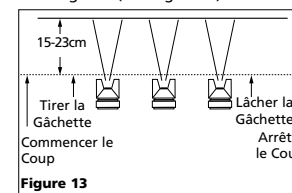

Figure 13
2. Tirer correctement sur la gâchette. Commencer le mouvement au début du coup AVANT DE TIRER SUR LA GÂCHETTE et la relâcher AVANT D'ARRÊTER LE MOUVEMENT à la fin du coup. Cette procédure "mélanger" chaque coup avec le prochain sans avoir l'apparition de chevauchement ou d'inégalités (Voir Figure 13).